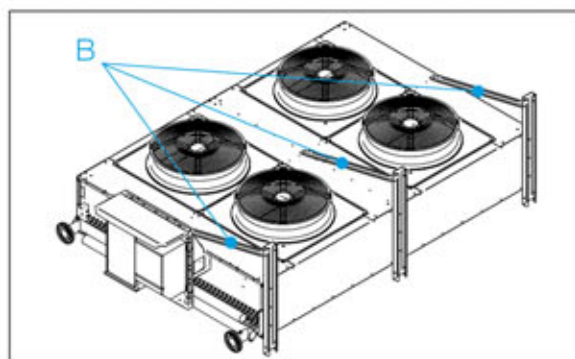

FIG.27
- Pour les unités avec deux rangées de ventilateurs, démonter les Barres de Renfort "B" (FIG.27).